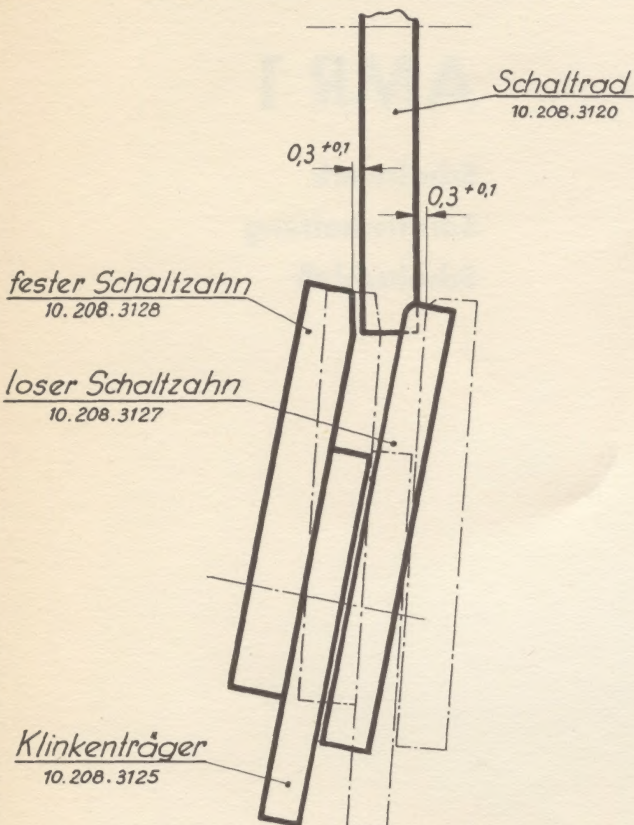

Fig. 6
- 4.) Einstellung des Eingriffs der Schaltzähne in das Schaltrad Fig. 6 erfolgt durch Regulierung der Anschlagsschrauben 01.0202 Fig. 1. Dabei ist zu beachten, dass sich das Schaltrad 10.208.3120 jeweils mit 0,3+0,1 mm Spiel am festen Schaltzahn 10.208.3128 sowohl als auch am losen Schaltzahn 10.208.3127 vorbei dreht, Fig. 6. Nach Einstellung Konter-Mutter 02.0401 fest anziehen.